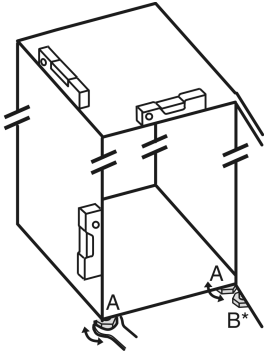

Fig. 5
- ▶ Az állítható lábakat Fig. 5 (A) a mellékelt villáskulccsal és egy vízmérce segítségével csavarja ki addig, amíg a készülék szilárdan és egyenesen be nincs igazítva.
- ▶ A csapágybak állítható lábát Fig. 5 (B) a mellékelt villáskulccsal csavarja ki úgy, hogy a padlón feküdjön.
- ▶ Az állítható lábat Fig. 5 (B) forgassa tovább 90°-kal.